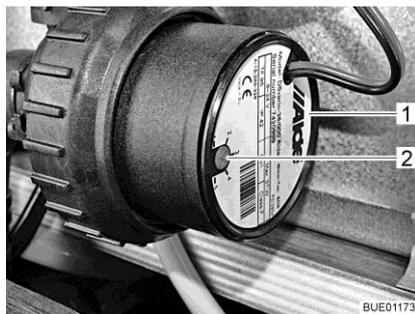

Fig. 140 Reducción de la velocidad
La velocidad de la bomba de circulación se puede ajustar con el regulador giratorio (Fig. 140,2). Con una velocidad reducida disminuyen los ruidos de rodadura de la bomba.
El regulador giratorio se encuentra en la bomba de circulación (Fig. 140,1).
- Girar el regulador giratorio (Fig. 140,2) en sentido contrario a las agujas del reloj. Se reduce la potencia.